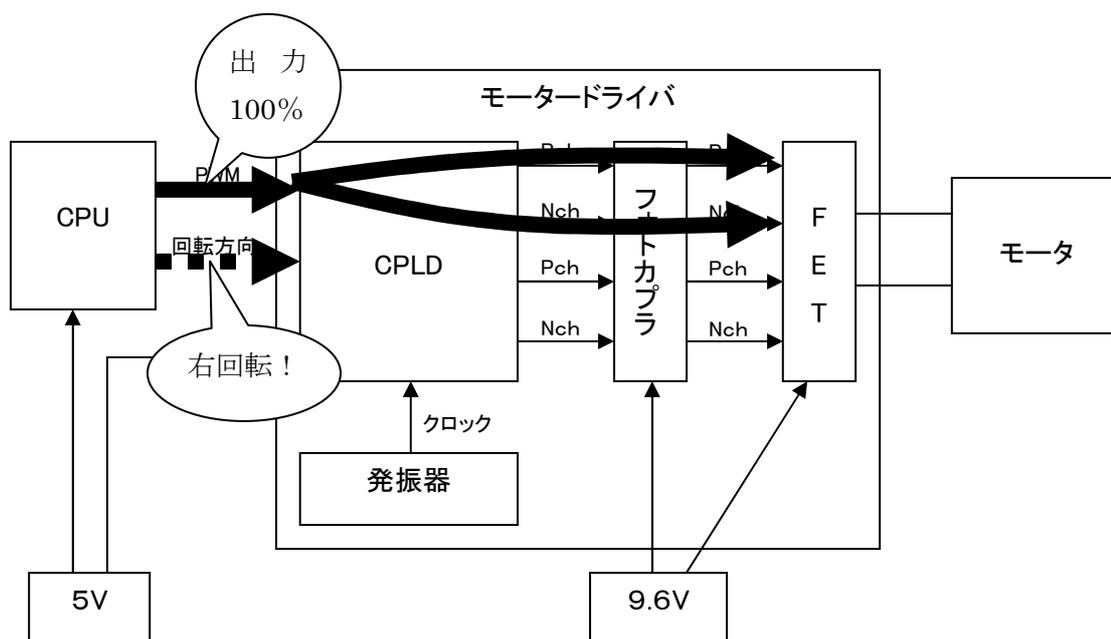

図4. 2
- ①CPU から PWM と回転方向が出力されます。
- ②回転方向の信号で決められた FET の組に回路が選択されます。
- ③PWM の ON 幅だけ FET を ON します。(図4. 2)
④回転方向が変わると、クロックをカウントしながら、その間(デッドタイム)はすべての FET を OFF にします。(図4. 3)